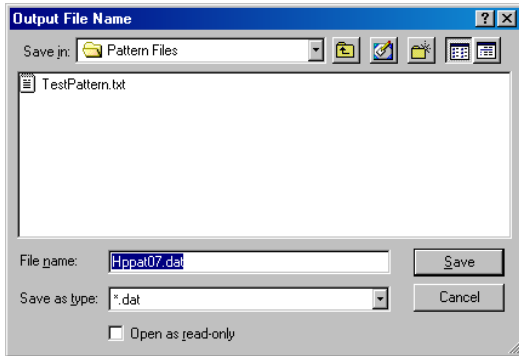

図 18. Converter の実例(ステップ#4)
4. 新しいパターンファイルを格納する場所を選択して[Save (保存)]ボタンをクリックします(図 18)。注: DAT タイプのパターンファイルを使用するときには、ファイル名を変更しないでください。名前を変更すると、パターン発生器はテストファイルを認識しなくなります。